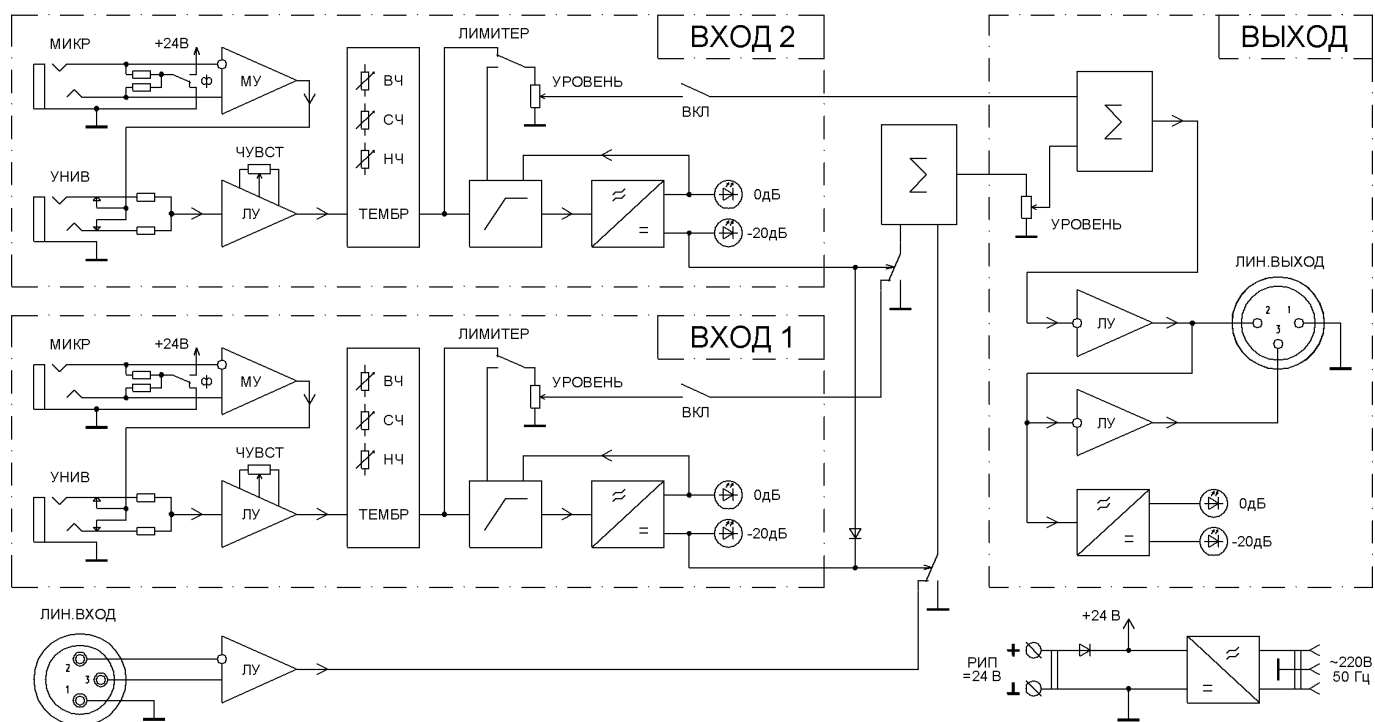

Рис. 1. Структурная схема предварительного усилителя МЕТА 9209.
8.1 Структурная схема УП приведена на рис.1.